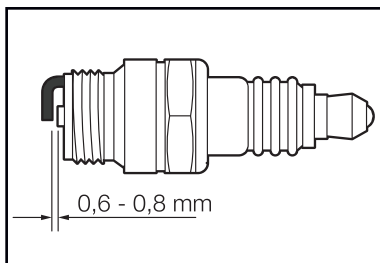

Рис. 18
- Зазор между электродами должен составлять 0,6-0,8 мм (рис.18)